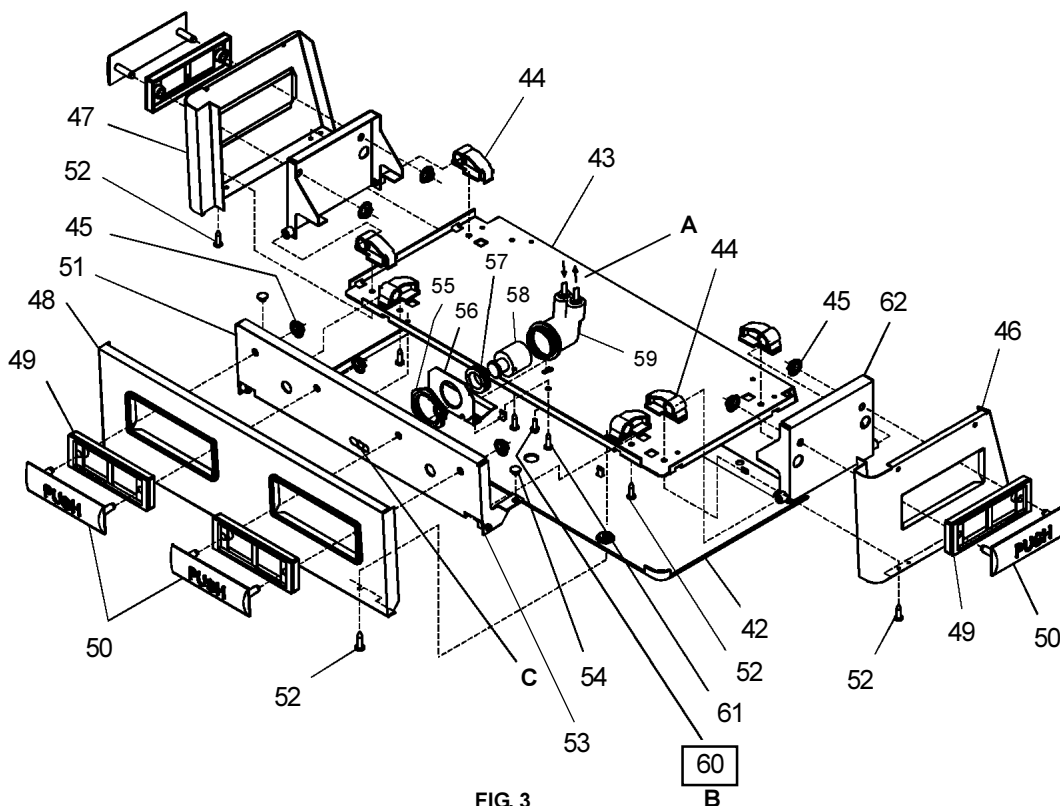

FIG. 3
See Fig. 3 for Push Bar Mechanism
Vea ia Fig. 3 para el Mecanismo de la Barra de Empuje
Voir Fig. 3 pour ie Mechanisme de Barre-poussoir
- 5) Dégagez les deux (2) vis retenant le panneau inférieur avant au bas de la base du refroidisseur ainsi que deux (2) vis sur le dessus. Retirez le panneau avant et mettez-le de côté.
- 8) Stream height is factory set at 45-50 PSI. If supply pressure varies greatly from this, readjust stream height to approximately 1-1/2" (38mm) above the bubbler guard by turning adjustment screw, accessible by removing front push panel, Item No.48 (see Fig.3 & 5).
- 9) Replace the front panel and secure by re-tightening four (4) screws.
- 8) La altura del chorro se determina en la fábrica a 45-50 PSI. Si la presión del suministro varía demasiado de este valor, reajuste la altura del chorro a aproximadamente 1-1/2" por encima del protector del borboteador dando vuelta al tornillo de ajuste sacando el panel frontal de empuje, Artículos 48 (vea Fig. 3 y 5).
- 9) Vuelva a colocar el panel frontal y asegúrelo apretando nuevamente los cuatro (4) tornillos.
- 8) Le niveau d'écoulement est réglé en usine à 45-50 Lb/po2. Si la pression varie beaucoup de ce point, ajustez le niveau à nouveau à environ 1-1/2" (38mm) au-dessus du protège-barboteur en tournant la vis de réglage du régulateur que l'on trouve en retirant le panneau, article 48 (voir fig. 3 et 5).
- 9) Remplacez le panneau avant et fixez le en place en resserrant les quatre (4) vis.